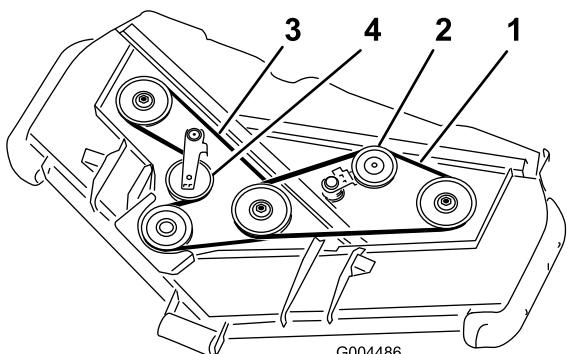

図 18
3. バールなどの工具を使って上ベルト用アイドラ・プーリ (図 18) をベルトから引き離してベルトの張りをなくす。
4. 図 18 のように、ギア・ボックス・プーリ、下ベルト用スピンドル・プーリ、アイドラ・プーリに新しいベルトを回しかける。
5. 図 18 のように、上ベルト用スピンドル・プーリとアイドラ・プーリ・アセンブリに新しいベルトを回しかける。